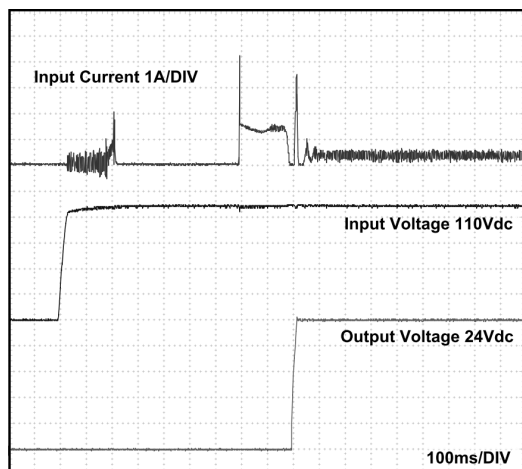

Fig. 7 / Bild 7
- 11) See Fig 7
- 11) Siehe Bild 7